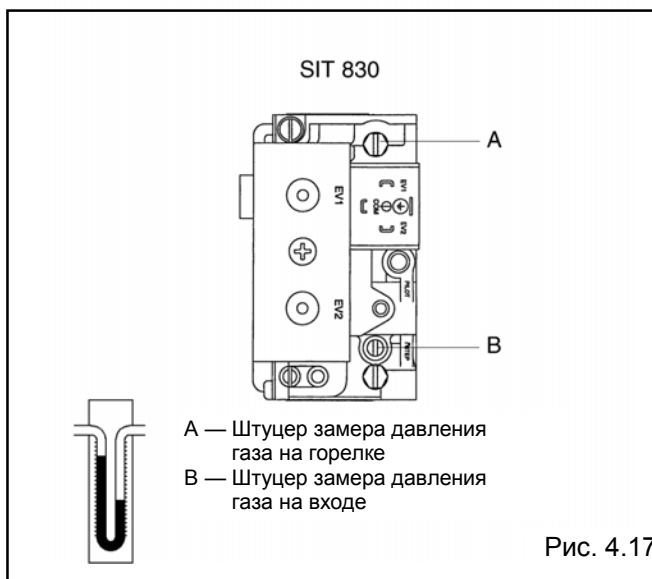

Рис. 4.17
- Удалите винт со штуцера (А) и подсоедините манометр (рис. 4.17)